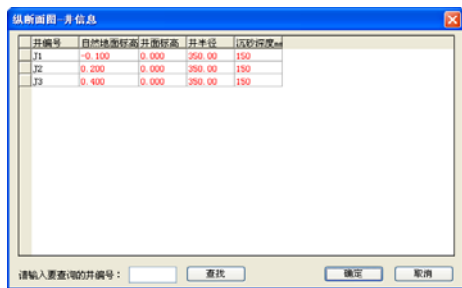

图 7-55 【纵断面图—井信息】对话框
- “修改标高”选项: 单击该按钮, 系统弹出如图 7-55 所示的【纵断面图—井信息】对话框; 在其中可以对井的各项参数进行修改。